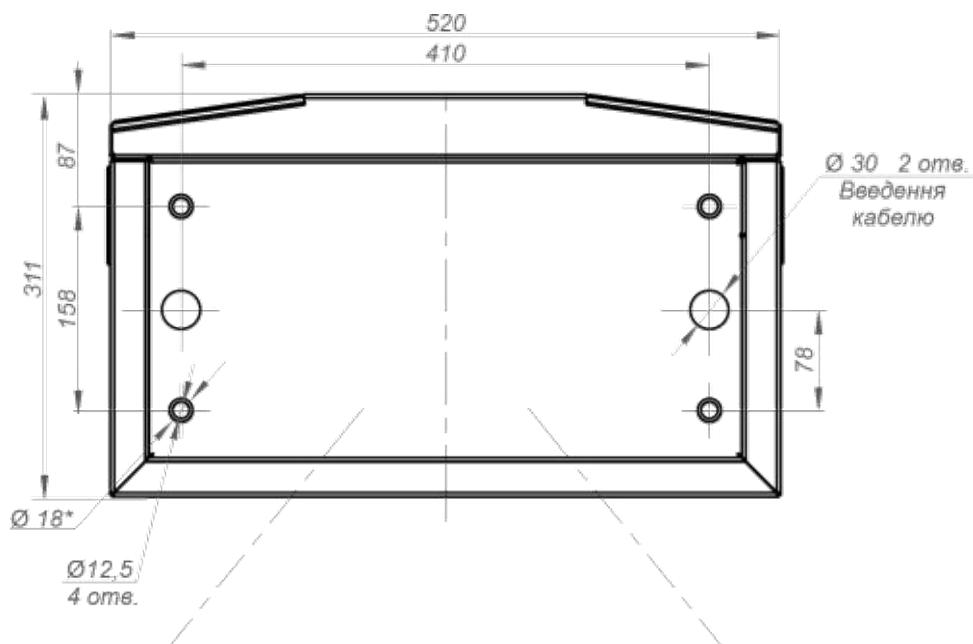

Рис. 14— Розмітка для монтажу турнікету типу «трипод»
4) Зробити на поверхні майданчика розмітку отворів для кріплення турнікету відповідно до *рис.14*. Як шаблон для розмітки можна використовувати власне турнікет, розміщений вертикально на місці його установки.
6) За необхідності прокладання кабелів під поверхнею підлоги підготуйте в підлозі кабельний канал до зони введення кабелів у стійку турнікету. Розташування зони введення кабелів вказано на схемі *рис.14*.
- Місце виведення кабелів повинно збігатися з місцем розташування отвору на монтажній основі турнікету (рис. 14).